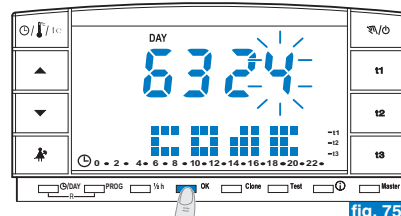

fig. 75
- Seguir el mismo procedimiento para los otros tres guiones (ej. fig. 75).
- Introducir la actual contraseña con las teclas ▲▼; confirmar cada valor con la tecla **OK** (ejemplo fig. 75).